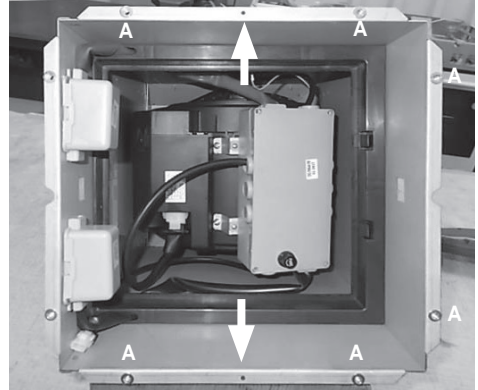

Abb. 20: Hier (weiße Pfeile) werden die beiden Schrauben (17) an der Unterseite des Motorblocks (12) eingesetzt, um den Grundschaft (3) zu befestigen.
Der Grundschaft (3) wird dann mit 2 Schrauben 3,5x10 mm (17) an der Unterseite des Motorblocks befestigt (Abb. 20).
Der Haubenkörper muss nun mit 8 Schrauben M5x20 mit Zahnscheibe (13) befestigt werden (Verbindung A) (Abb. 20, 23).